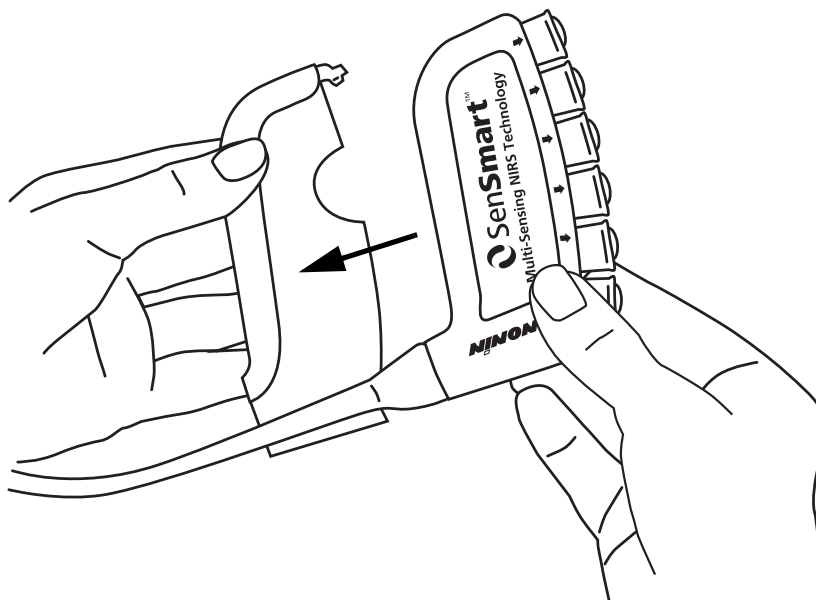

Figura 10. Inserimento dell'hub nella custodia
- a. Allineare l'hub e il relativo cavo alla custodia (figura 10).